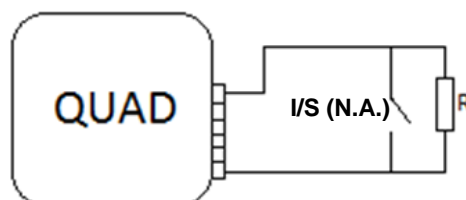

Figura 7. Interruptor/sensor normalmente abierto. Resistencia en paralelo
- **Interruptor / sensor normalmente abierto (N.A.):** el circuito se encuentra normalmente abierto y sólo se cierra en el caso de una interrupción o una detección en el interruptor/sensor. La resistencia elegida deberá conectarse **en paralelo** en la línea de la instalación y lo más próxima posible al interruptor/sensor, preferiblemente en los propios bornes de éste y de forma que no sea fácilmente accesible desde el exterior. Ver Figura 7.